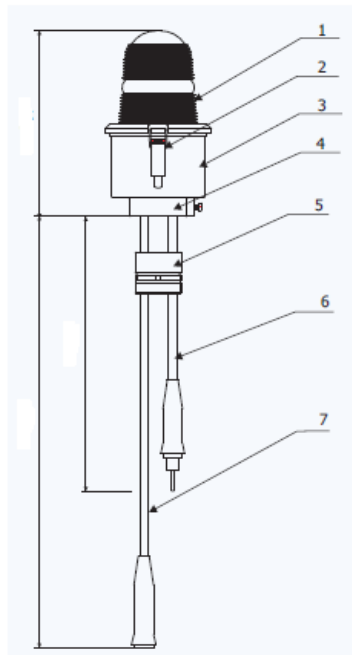

Рис.1 Схема вогню малої інтенсивності кругового огляду
2. Зобразити схему конструкції даного типу вогню та описати елементи, з яких він складається (рис. 1).